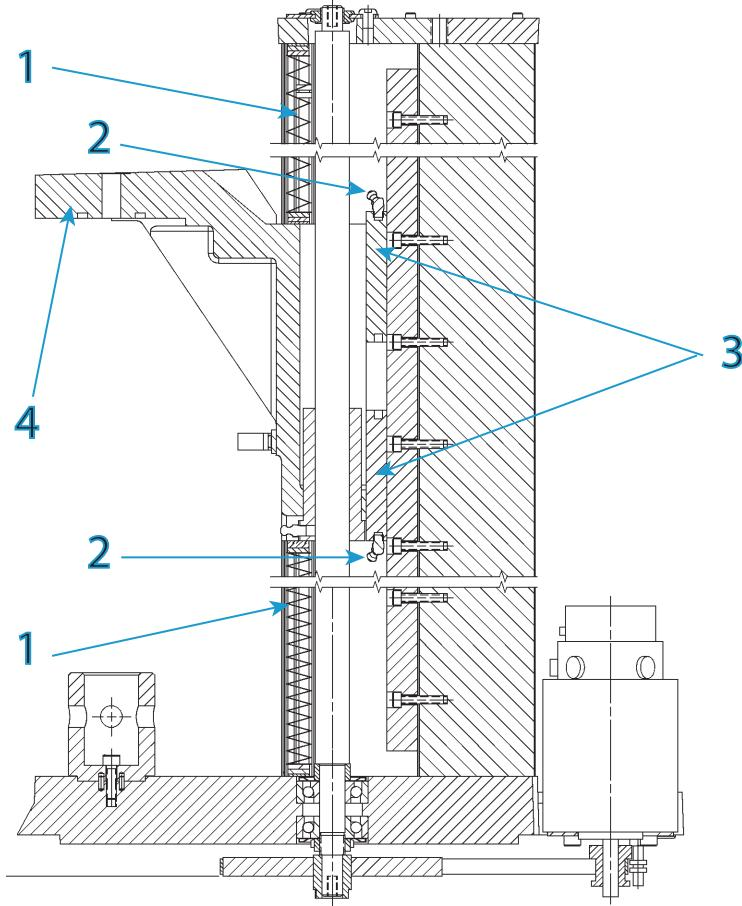

Abbildung 23. Schmierung des Linearführungsschlittens
Legende für Abbildung 23
1. Stellen Sie sicher, dass der Netzschalter in der Aus-Stellung (0) steht und ziehen Sie das Netzkabel aus der Netzsteckdose heraus. Stellen Sie sicher, dass keine LEDs an der Anzeigekonsole leuchten.
6. Lösen Sie die Kugelumlaufspindel-Abdeckungen von der Traverse und schieben Sie sie von der Traverse weg. Abbildung 23 auf Seite 130 zeigt den Schmiernippel an den beiden Schlitten.